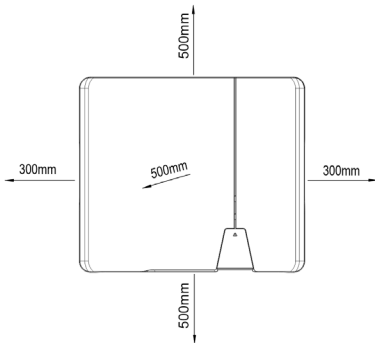

Fig. 3.1: Dispositivo na instalação exterior
**NOTA: As distâncias mínimas entre dois dispositivos ou entre o dispositivo e o teto ou o chão estão especificadas no desenho Fig. 3.1.**